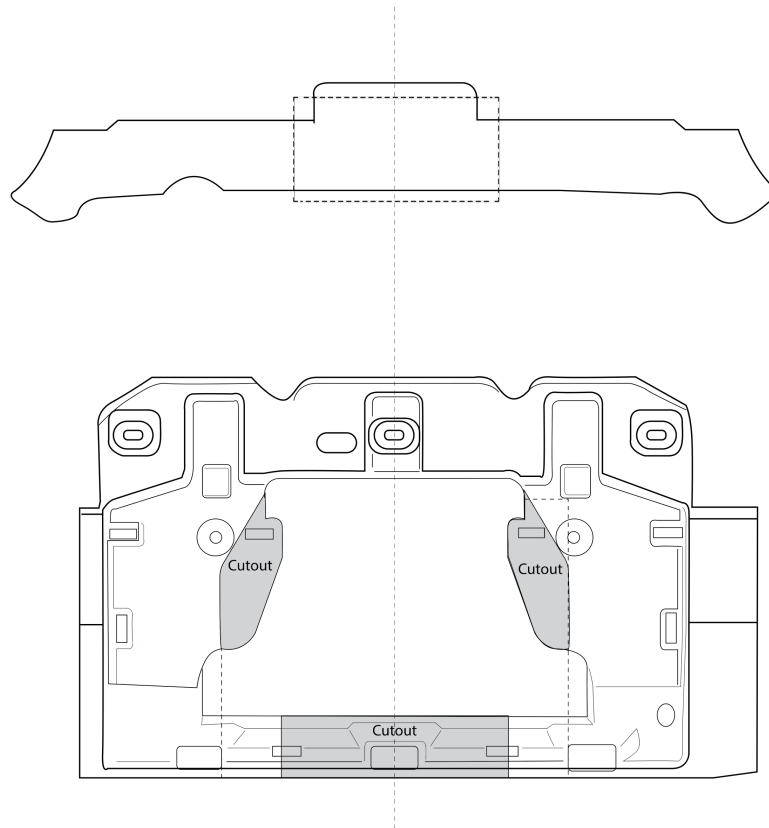

Fig. 3
8. Выпилить часть из бампера в середине снизу, как указано на рис. 3.